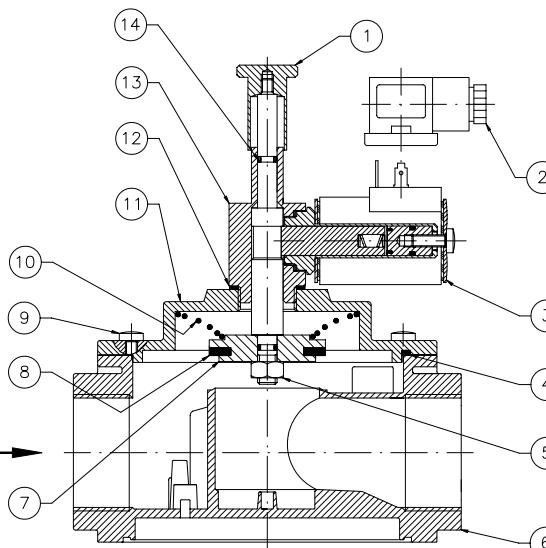

Fig. 1 Componenti elettrovalvola 500 mbar con attacchi DN 15 (1/2") .. DN 50 (2")
L'EVG -A- (Fig. 1, 2, 3 et 4) est une électrovanne au fonctionnement très simple et extrêmement sûre. La bobine électromagnétique, si sous tension, déclenche le dispositif de fermeture de la vanne qui est normalement ouverte. Le réarmement est manuel pour vérifier les causes de la coupure du gaz.
- Avec attaches DN 15 (1/2") .. DN 150 (Fig. 1 et 4)
### Avec attaches DN 15 (1/2") .. DN 50 (2") cuivre (Fig. 1)
### Avec attaches DN 20 .. DN 150 aluminium et DN 25 cuivre (Fig. 1 et 4)
EVG -A- ---- (Fig. 1, 2, 3 and 4) is a very simple yet safe electrovalve for gas flow. The coil, when powered, releases and springs up the closing device. The reset is manual to check the causes for gas detection. During normal conditions there is no electric absorption, no wear and tear and no buzzes or vibrations.
- With DN 15 (½") .. DN 150 connections (Fig. 1 e 4) pull up the reset handgrip (1) up to the hooking.